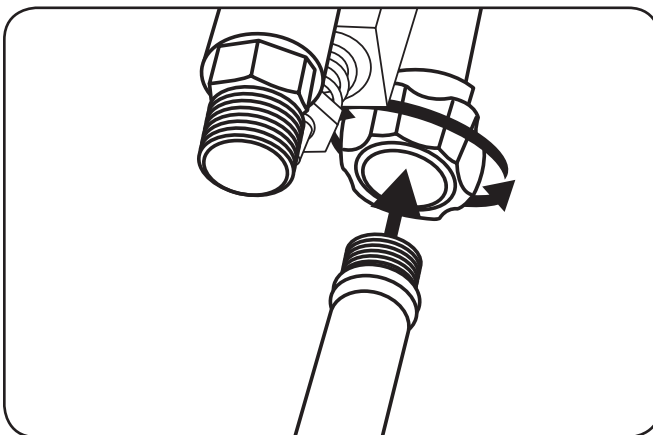

Figure 5-2
- Conecte el suministro de agua a la entrada de la bomba. Ver la Figure 5-2.